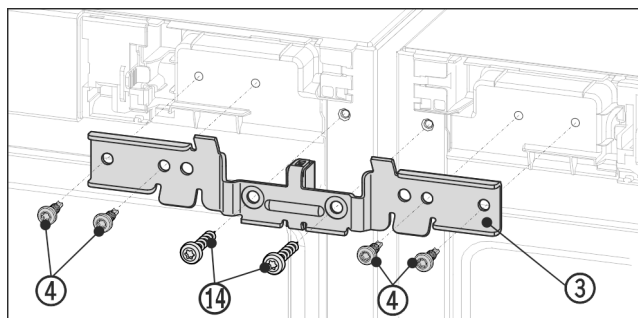

Fig. 13 Príklad zobrazenia
- ▶ Uholník Fig. 13 (3) s dištančným dielom zasuňte medzi zariadenia a na čapy. Uholník voľne priskrutkujte striedavo vpravo a vľavo pomocou štyroch skrutiek Fig. 13 (4) a predtým vyskrutkovaných uzemňovacích skrutiek Fig. 13 (14).